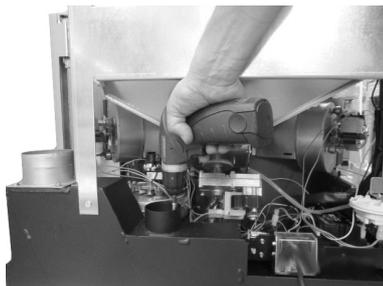
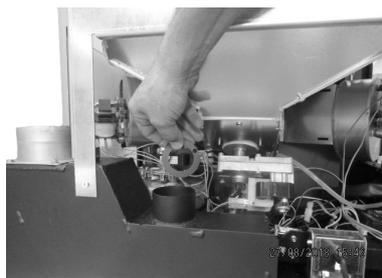

Fig. 12 - Fase 1
Fig. 13 - Fase 2
- Rimuovere l'anello all'interno del raccordo dell'aria comburente (vedi **Fig. 12** e **Fig. 13**)